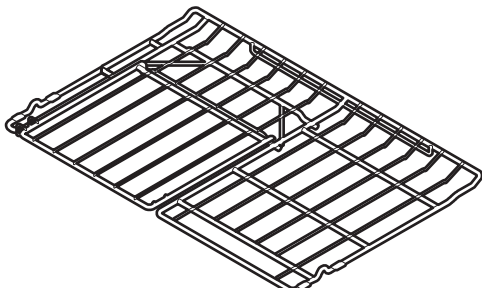

Figure 3
- La demi-grille plate (Fig. 3 & 4 - Modèles B & C).